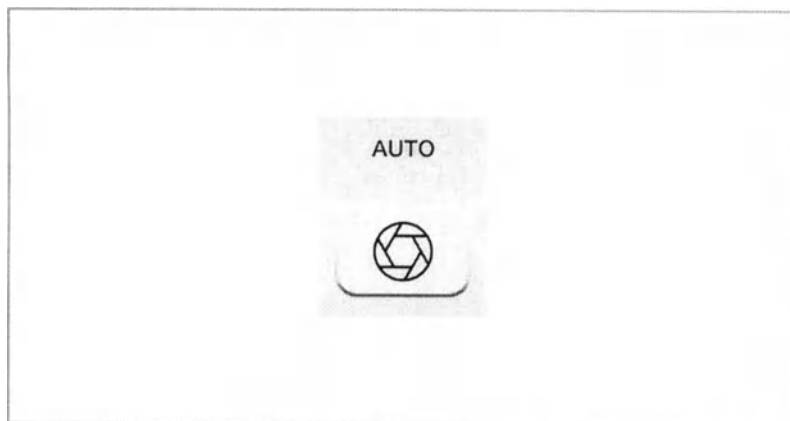

Рисунок 4.8
3. Нажмите  чтобы выбрать [AUTO] (см. рисунок 4.8).